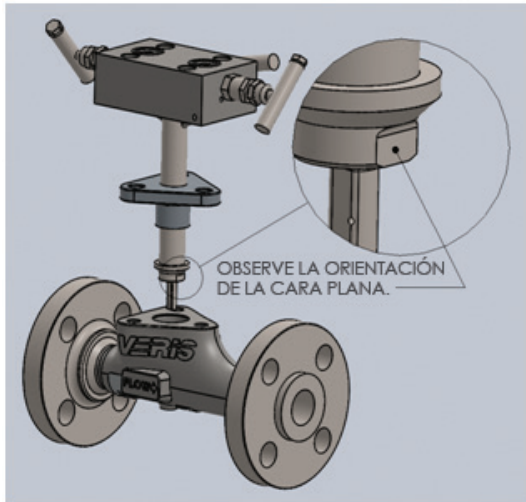

Figura 4. Instalación del sensor
**NOTA:** las dimensiones cara a cara no incluyen los empaques (consulte la figura 4). VERIS recomienda agregar 0.375 pulg. (9.525 mm) a la dimensión cara a cara para obtener la distancia requerida entre las bridas de la tubería.
Inserte el sensor en el cuerpo alineando la cara plana del sensor con la cara plana del cuerpo (consulte la figura 4). La flecha de dirección de flujo del sensor debe tener la misma orientación que la flecha de dirección de flujo del cuerpo.